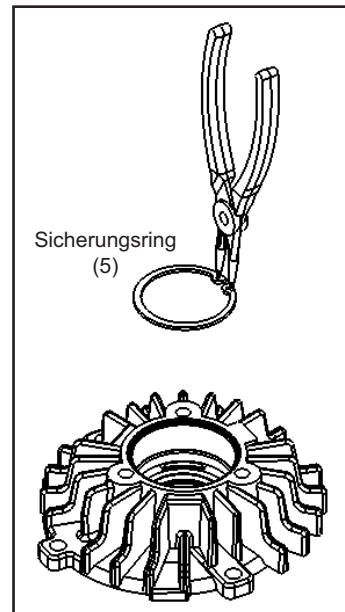

Abb. 19
3. Mit Hilfe einer Zange den Sicherungsring (5) einlegen ; siehe Abb. 19.